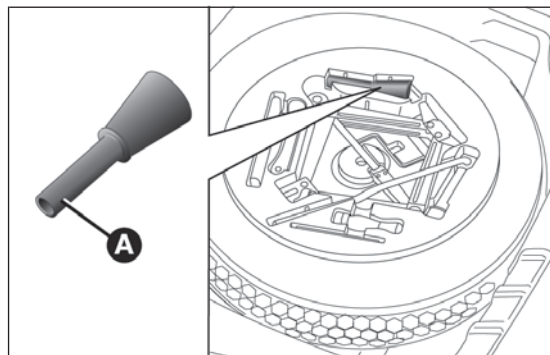
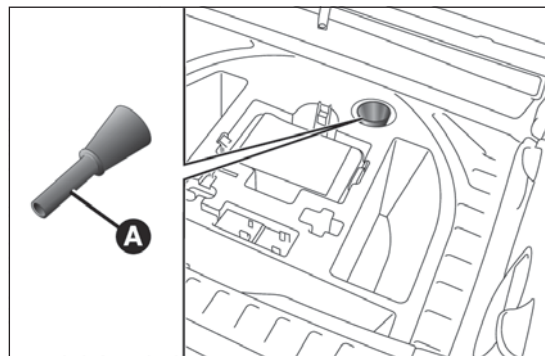

fig. 128
fig. 129
- ☐ aprire il bagagliaio e prendere l'apposito adattatore A ubicato nel contenitore portattrezzi (versioni dotate di ruotino di scorta - per versioni/mercati, dove previsto) fig. 128 o nel contenitore del Fix&Go Automatic (versioni dotate di Fix&Go Automatic) fig. 129;